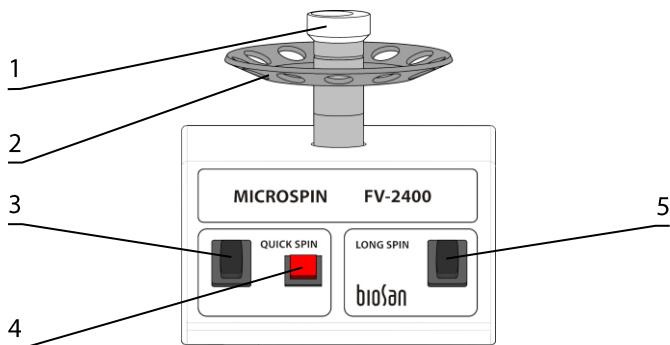

Рисунок 1. FV-2400
4.4.1. **FV-2400 и FVL-2400N.** Чтобы сменить ротор (рис. 1/2 или 2/3), держите его одной рукой и открутите головку вортекса (рис. 1/1 или 2/2) против часовой стрелки. Смените освобождённый ротор и закрутите головку вортекса.
- 5.1.2. **Быстрое центрифугирование.** Вставьте пробирки в ротор, соблюдая равновесие. Переведите переключатель **QUICK SPIN** (рис. 1/3) в положение **I** (включено). Нажмите и держите нажатой красную кнопку (рис. 1/4) для центрифугирования. После отпускания кнопки ротор останавливается. Переведите переключатель **QUICK SPIN** в положение **O** (выключено) и извлеките пробирки.
- 5.1.3. **Вортексирование.** Уберите все пробирки из ротора. Переведите переключатель **QUICK SPIN** в положение **I**. Мягко держа пробирку за верх, прижмите низ пробирки к углублению головки вортекса (рис. 1/1). Для вортексирования, нажмите и держите красную кнопку. После отпускания кнопки ротор останавливается. Переведите переключатель **QUICK SPIN** в положение **O**.
- 5.1.4. **Продолжительное центрифугирование.** Вставьте пробирки в ротор, соблюдая равновесие. Переведите переключатель **LONG SPIN** (рис. 1/5) в положение **I** (включено). Ротор начнёт движение. Переведите переключатель **LONG SPIN** в положение **O** (выключено), дождитесь остановки ротора и извлеките пробирки.